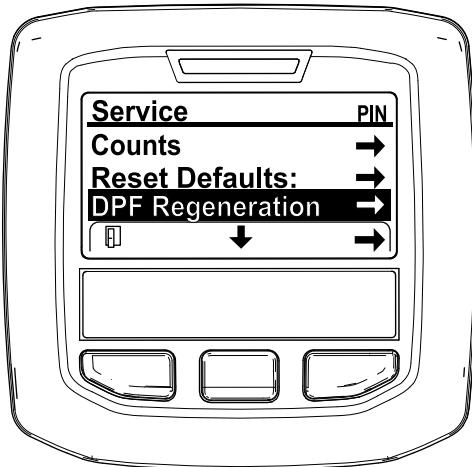

図 33
- 整備メニュー SERVICE MENU で、中央ボタンを押して DPF 再生 DPF REGENERATION へ移動し、右ボタンで DPF 再生 DPF REGENERATION を選択する 図 33。